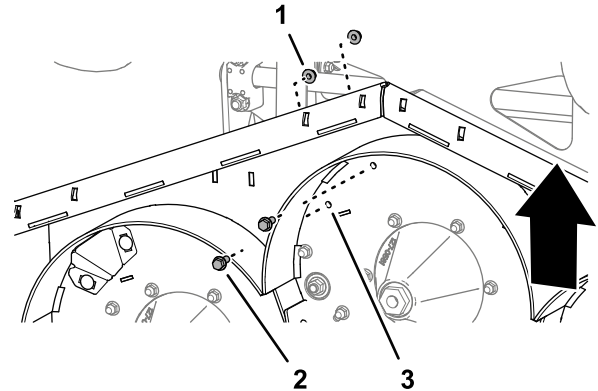

Figura 38
3. Montate 2 viti a testa cilindrica flangiata ($\frac{3}{8}$ " x 1") nei fori da 10 mm nel piatto di taglio (Figura 38) e fissate le viti a testa cilindrica con 2 dadi di bloccaggio flangiati ($\frac{3}{8}$ ") rimossi al passaggio 2.